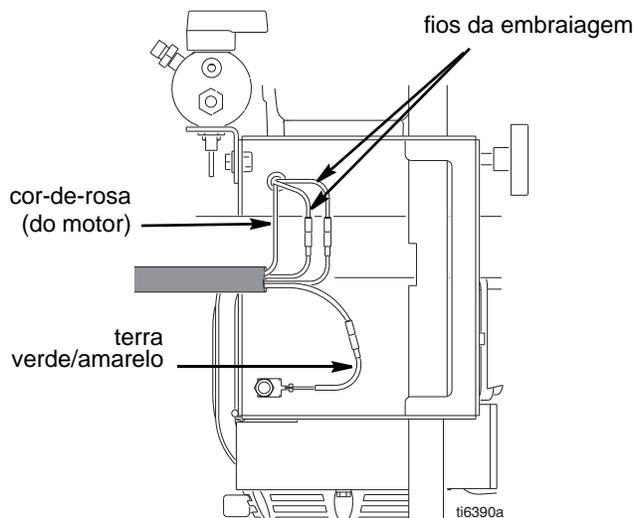

FIG. 11
2. FIG. 11. Desligue as ligações necessárias.
3. FIG. 11. Estabeleça as ligações necessárias.
2. FIG. 11. Empurre o pino (31) em direção ao orifício. Empurre o anel retentor da mola para a ranhura, à volta da biela.